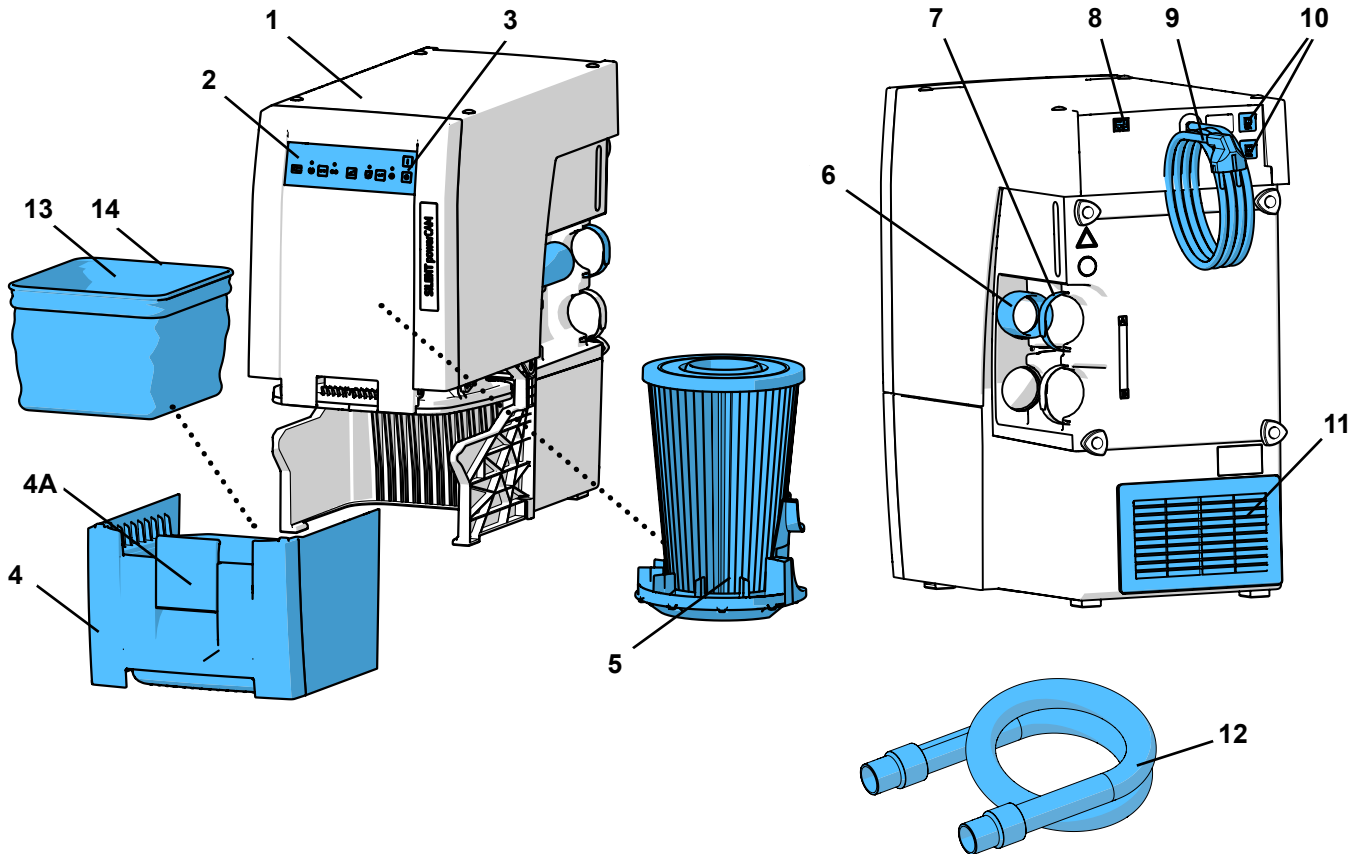

图 1
- 排气孔不能被堵塞 (11, 图 1)。
- 外置排气管 (A) (参阅第4.6章)。
- 在柜壁 (B) 开最少250 x 120毫米的通风口，位置要直接与排气口 (11, 图1) 相对。
- 拆下机柜的背面 (C)，从机柜背面到墙壁距离至少要有50毫米。
- ⇒ 展开电线 (9, 图1)，将插头插入电源插座。